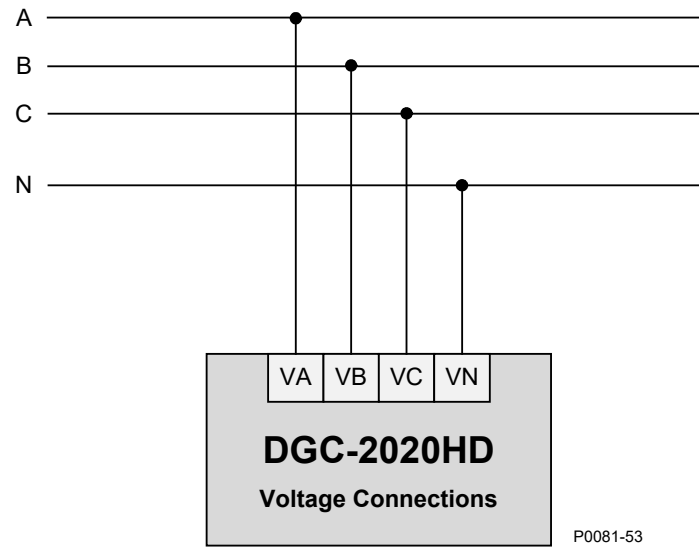
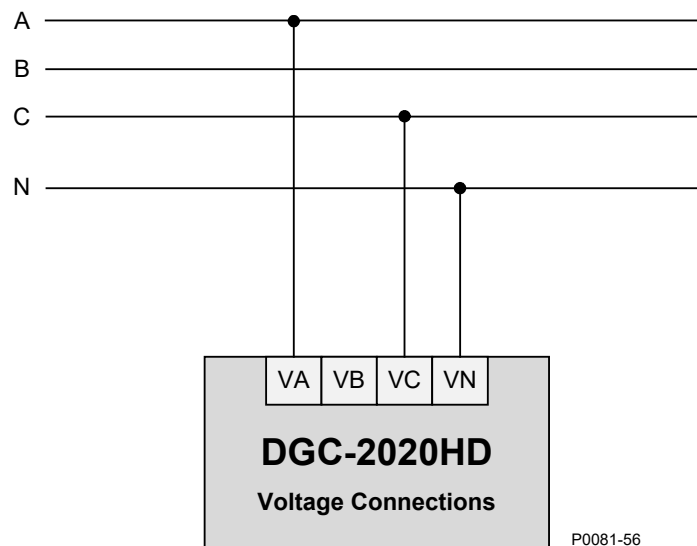

Abbildung 3-2. Anschlüsse für Dreiphasen-Sternschaltung Busspannungsmessung
Abbildung 3-5. Einphasen A-C Anschlüsse
- Drei Phasen SternAbbildung 3-2
- Eine Phase A-CAbbildung 3-5
Obwohl in den Unterbrechersteuerungsplänen dreiphasige Sternschaltungs-Messanschlüsse gezeigt werden, können stattdessen andere Konfigurationen für Busspannungsmessung (Abbildung 3-2 bis Abbildung 3-5) verwendet werden.
Abbildung 3-2 zeigt typische Dreiphasen Sternschaltungsanschlüsse für alle DGC-2020HD Anschlüsse zur Busspannungsmessung: Generator, Bus 1 und Bus 2. Verwenden Sie die unten aufgelisteten Klemmennummern zum Anschließen des gewünschten Bustyps. Konsultieren Sie das Kapitel *Klemmen und Steckverbinder* für die Nummerierung der Klemmen auf der hinteren Schalttafel.
Abbildung 3-5 zeigt typische Einphasen A-C Anschlüsse für alle DGC-2020HD Anschlüsse zur Busspannungsmessung: Generator, Bus 1 und Bus 2. Verwenden Sie die unten aufgelisteten Klemmennummern zum Anschließen des gewünschten Bustyps. Konsultieren Sie das *Kapitel Klemmen und Steckverbinder* für die Nummerierung der Klemmen auf der hinteren Schalttafel.